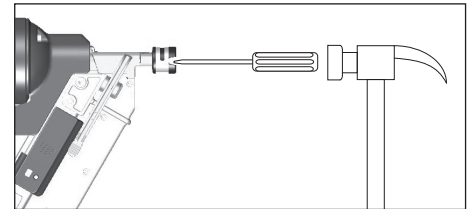

Figura 24
4. Si fuera necesario, use herramientas manuales pequeñas para ayudar a liberar los clavos atascados. A veces es necesario usar un martillo y un destornillador fino y largo para forzar el vástago del impulsor totalmente dentro de la pistola (Vea Figura 24).